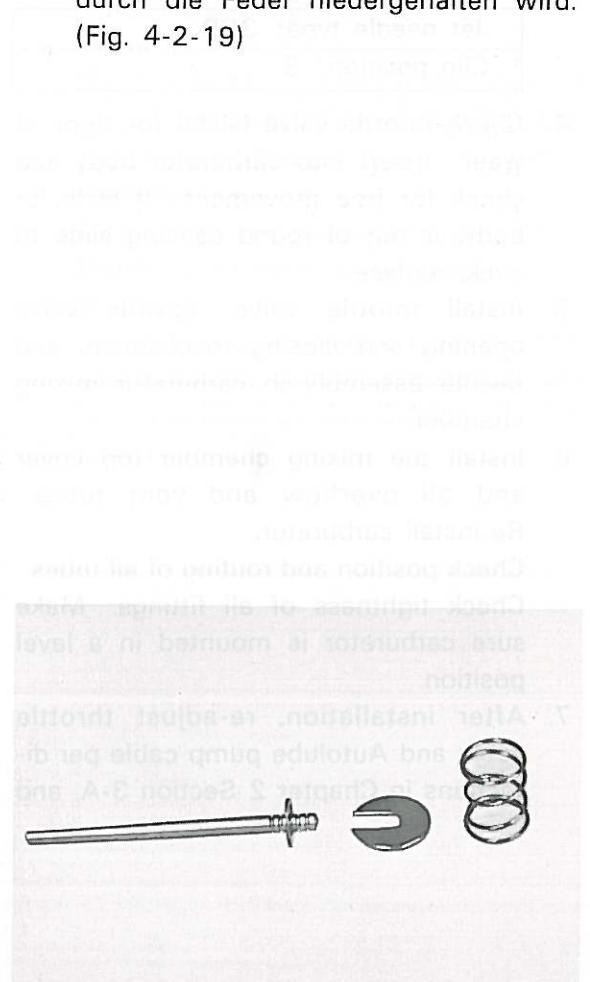

Fig. 4-2-19
4. Note that the jet needle is held down by the spring. (Fig. 4-2-19)
4. A noter que l'aiguille conique est maintenue par le ressort. (Fig. 4-2-19)
4. Darauf achten, daß die Düsenadel durch die Feder niedergehalten wird. (Fig. 4-2-19)